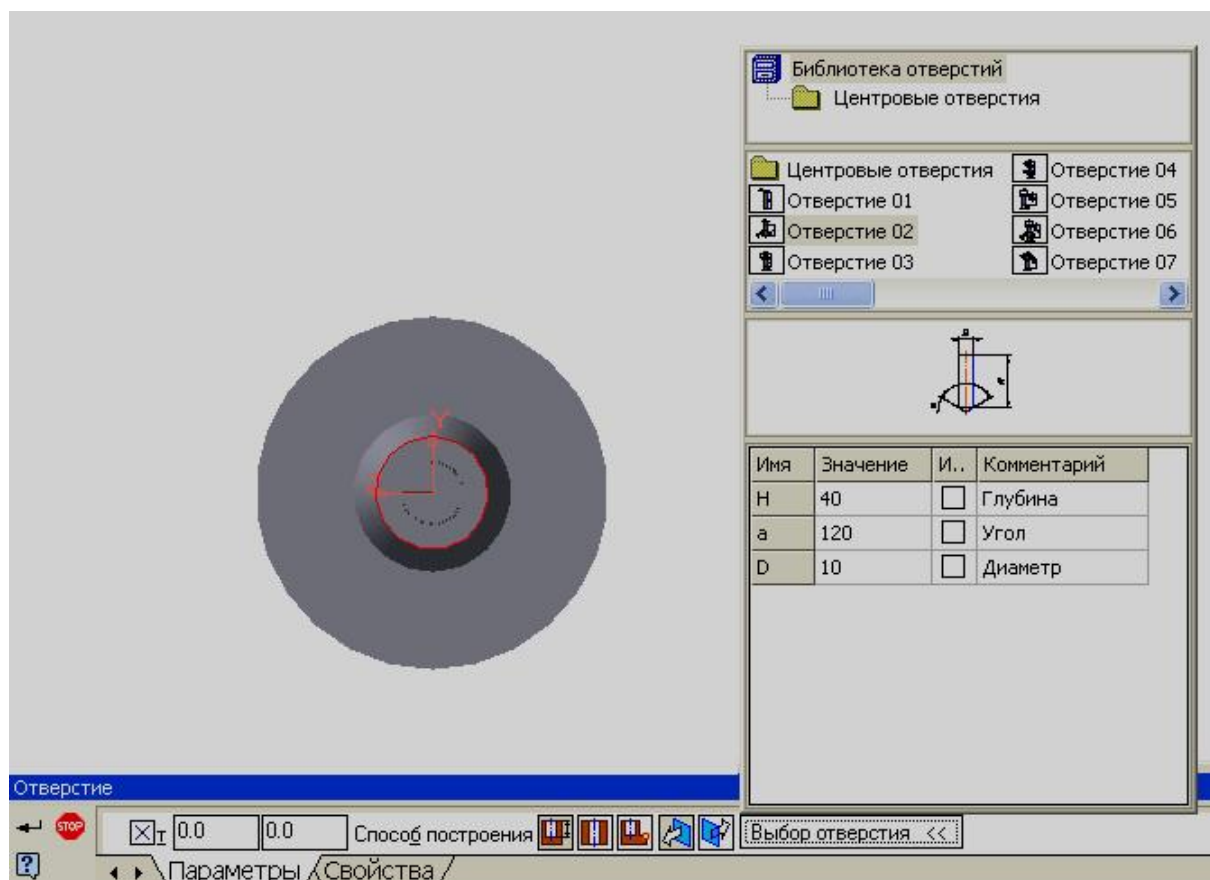

Рис. 5.91
**Выбор отверстия <<** , в котором можно подобрать профиль отверстия и задать его размеры (рис. 5.91).